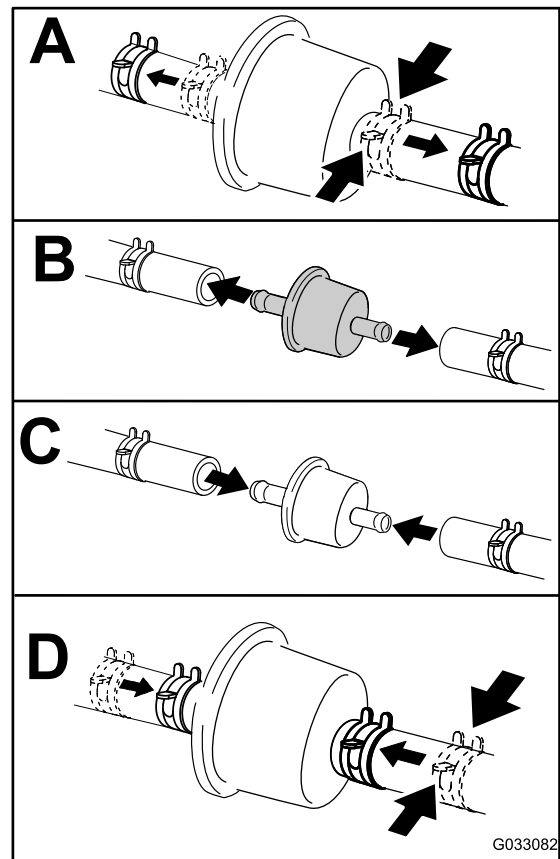

Figura 52
4. Cambie el filtro de combustible (Figura 52).